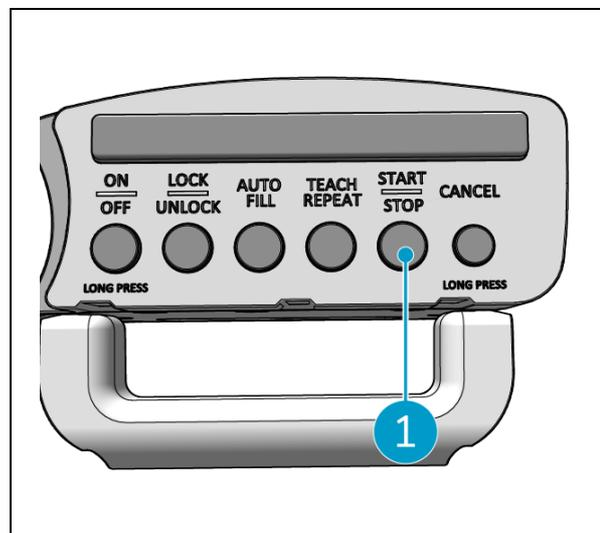

Figura 41
5. Premere il pulsante Avvio (Figura 41, pos. 1) sul controller dell'impugnatura per continuare la pulizia per altre sessioni.